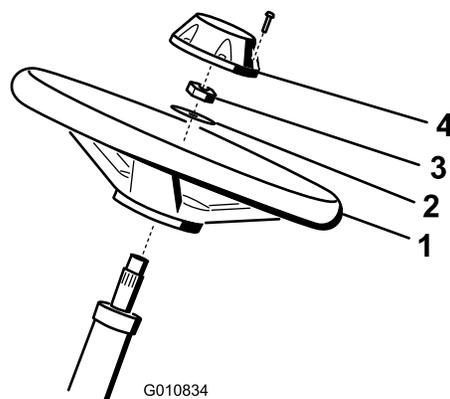

Figura 3
1. Faça deslizar o volante para a coluna de direção (Figura 3).
2. Faça deslizar a anilha para a coluna de direção (Figura 3).
3. Fixe o volante na coluna (Figura 3) com uma porca de retenção e aperte-a com 27 a 35 N·m.
4. Instale a tampa no volante e fixe-a com um parafuso (Figura 3).